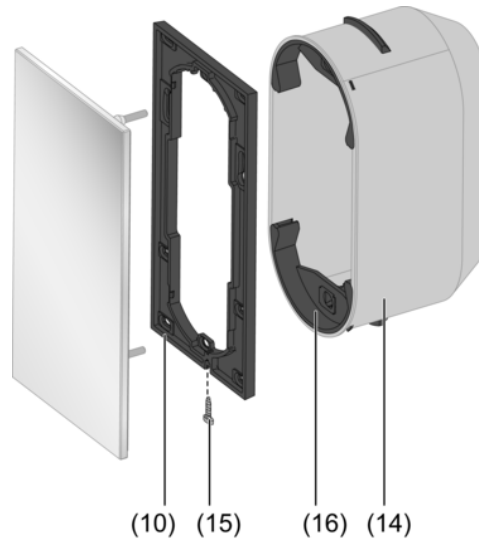

Bild 12
- Klemmfederaufnahmen (16) aus der Einbaudose heraushebeln, um die Schraublöcher der Einbaudose freizulegen.
- Versorgungsspannung an Klemme (5) anschließen.
- KNX Bussspannung an Klemme (7) anschließen.
- Externen Temperaturfühler an Klemme (6) anschließen.
- i** Programmier-Taste und -LED sind nur von der Geräte-Rückseite zugänglich. Wenn möglich, die physikalische Adresse vor der endgültigen Montage in das Gerät laden (Bild 12).
- Sicherungsschraube (15) unten am Adapterring anziehen. Kreuzschraubendreher Typ Pozi-Drive, Größe 0 verwenden.